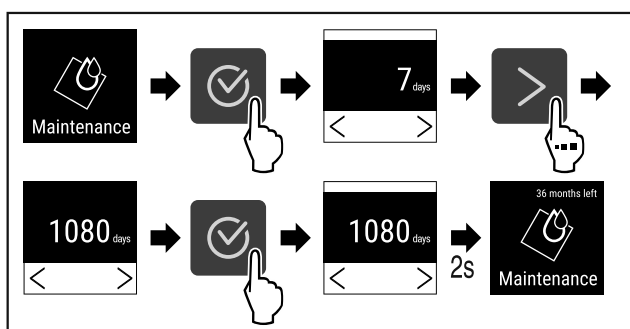

Fig. 69
- ▶ Atlikite veiksmus (žr. Fig. 69) .